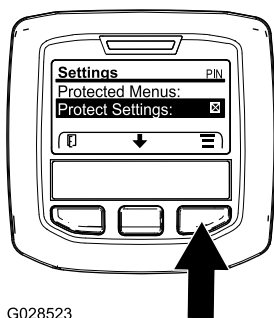

Figure 41
1. Accédez au menu protégé et déverrouillez le sous-menu des réglages protégés (Figure 41); voir Accès aux menus protégés (page 14).